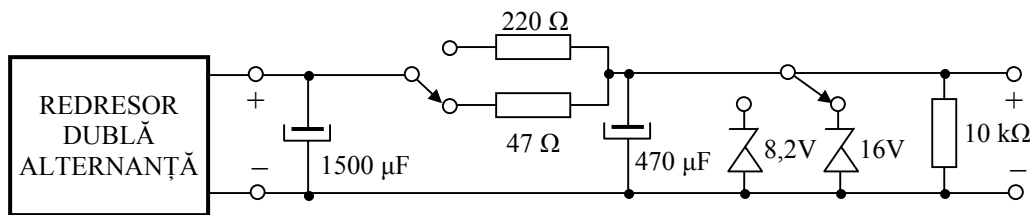

Fig.3 Montaj experimental pentru surse de curenți mici
Proprietățile de stabilizare ale diodelor semiconductoare au fost studiate anterior. În fig. 3 se prezintă un mijloc prin care variațiile de curent de sarcină pot fi preluate de către dioda stabilizatoare, astfel încât tensiunea de ieșire să rămână în esență constantă. Acest mijloc de stabilizare tinde de asemenea să reducă mărimea riplurilor în tensiunea de ieșire.
1. Se studiază cu atenție sursa stabilizată din fig. 3. De notat că cele două tensiuni de ieșire sunt disponibile prin comutarea celor două rezistențe din filtru în același timp cu comutarea diodelor stabilizatoare. Rezistența de 220 Ω se folosește cu dioda de 8,2 V. Verificați cu atenție dacă s-au realizat conexiunile cerute.